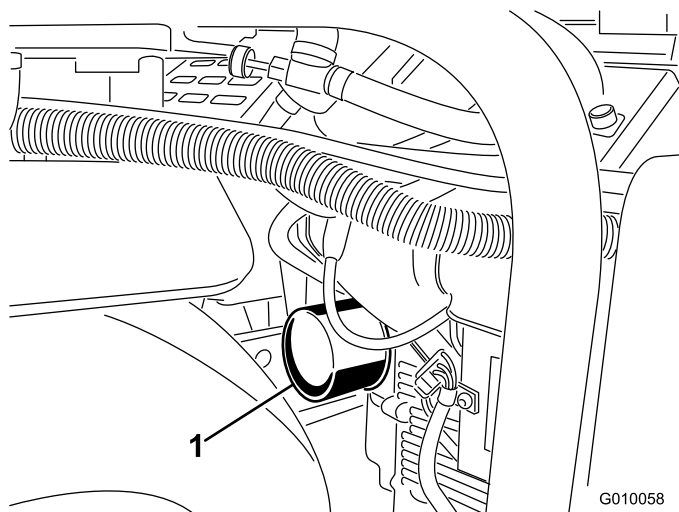
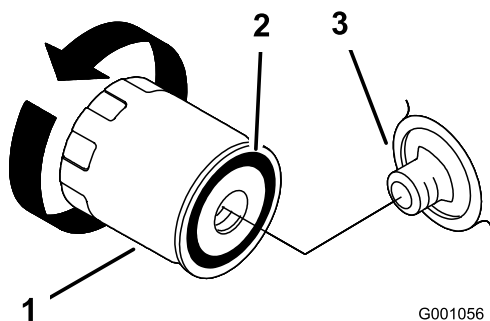

Figure 48
Figure 49
- Placez un bac de vidange peu profond ou un chiffon sous le filtre pour récupérer l'huile (Figure 48).
- Enlevez le filtre à huile usagé (Figure 48 et Figure 49) et essuyez la surface du joint de l'adaptateur.
- Faites l'appoint d'huile avec précaution pour faire monter le niveau jusqu'au repère du plein (F) sur la jauge.